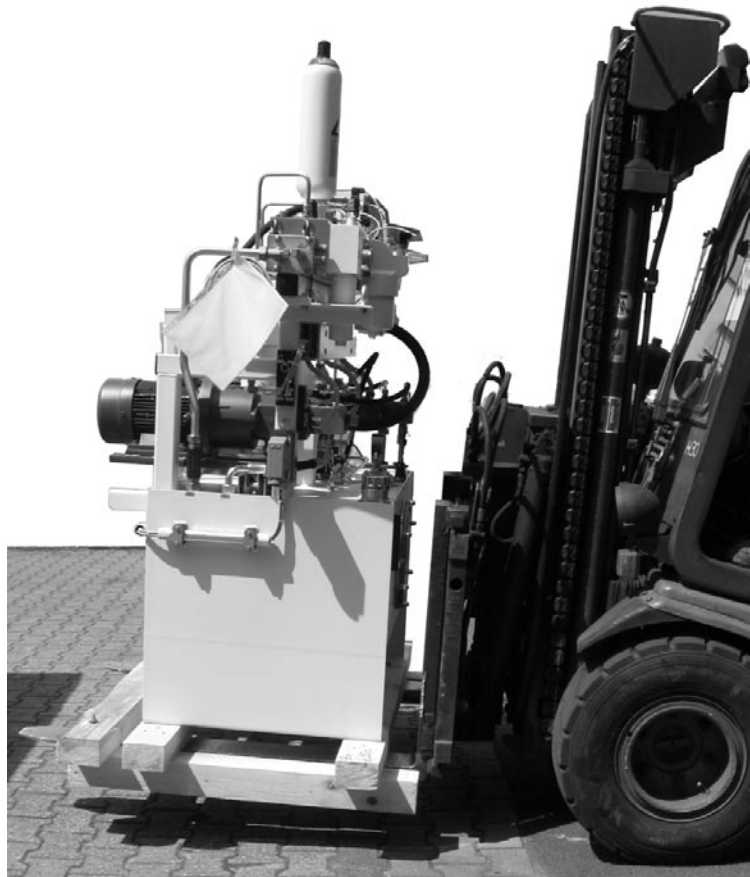

Fig. 4: Transportul cu stivuitorul
- ▶ Asigurați-vă, că aceste nu ajung în contact în timpul transportului cu mijloacele de ridicare, resp. cu dispozitivele de ridicat (vezi Fig. 4).